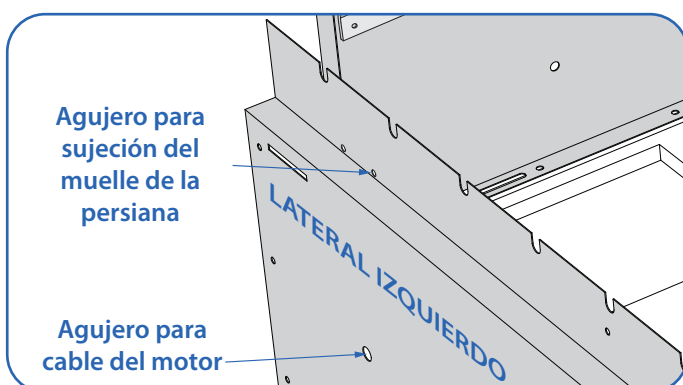
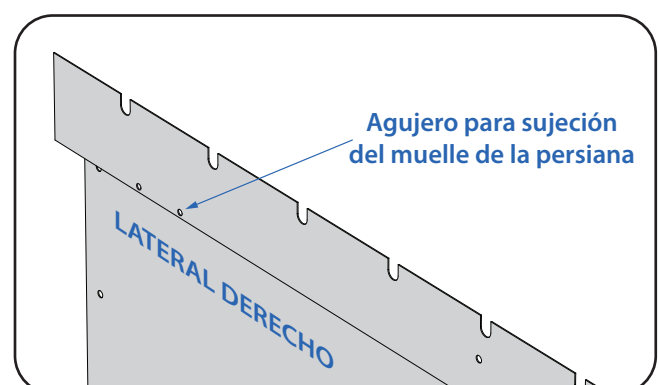

Fig. 13. Detalle del lateral izquierdo.
Fig. 14. Detalle del lateral derecho.
- Los agujeros de los laterales donde posteriormente se montarán los muelles de la persiana quedan más próximos al techo que al suelo (Fig.13 y Fig.14).
- Otra forma de identificar el lateral izquierdo es fijarse en el agujero para pasar el cable del motor (Fig.13).